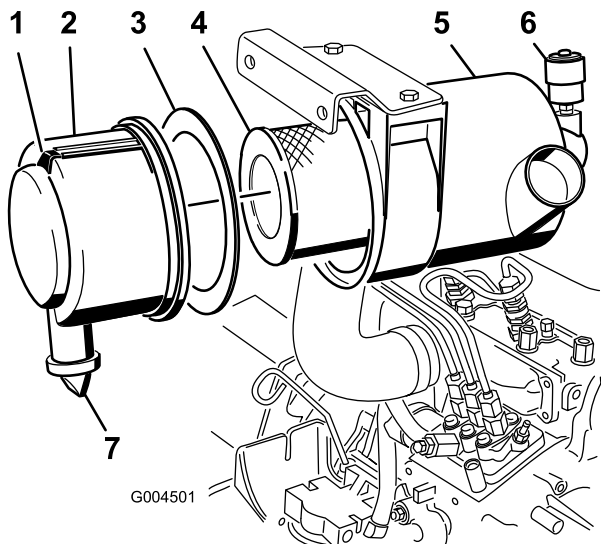

図 39
2. エアクリーナの整備はインジケータ(図 39)が赤色になっていたら、または400運転時間ごと非常にホコリのひどい場所で使っている場合にはよりひんぱんに行ってください。エアフィルタの整備のしすぎはかえってよくありません。
1. ラッチを外側に引いて、カバーを左にひねる(図 39)。
2. エアクリーナのボディーからカバーを外す(図 39)。
4. 1次フィルタ(図 39)を取り外して交換する。
6. カバーの内側に発泡樹脂製のガスケットが正しく破損せずについていることを確認する(図 39)。
A. カバーからゴム製の出口バルブを取り外す(図 39)。
10. インジケータ(図 39)が赤になっている場合はリセットする。